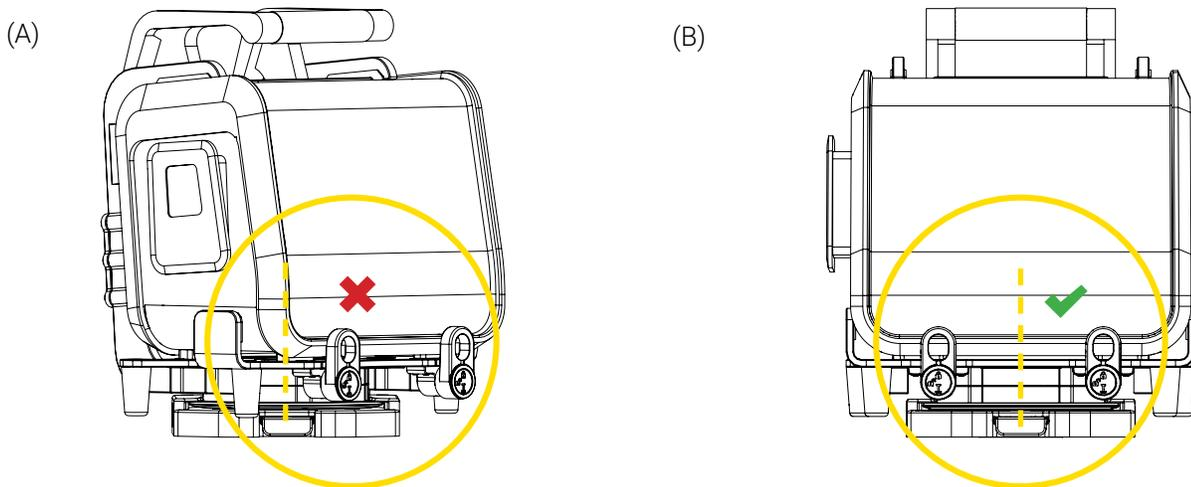

Figure 11: Position de retrait du support Bracket Pro Serie 60 - GR
1. Tourner le support jusqu'à ce que le bouton du mécanisme à déclenchement rapide de la Standard Surface Base soit centré entre les deux (2) verrous rotatifs (Figure 11).